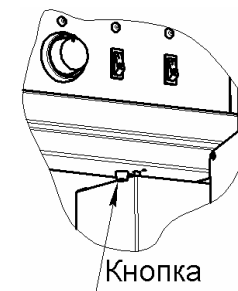

Рис. 4
7.7 При понижении уровня воды в кармане ванны ниже допустимого, терморегулятор защиты ТЭНа от «сухого хода» SK2 отключит ТЭН и включит звуковой сигнал, соответственно загорится сигнальная лампа HL4 "нет воды". Для продолжения работы мармита необходимо довести уровень воды до номинального (полный карман), открыть правую дверку мармита, открутить защитный колпачок терморегулятора защиты ТЭНа и нажать на кнопку - терморегулятор включится рис.4.